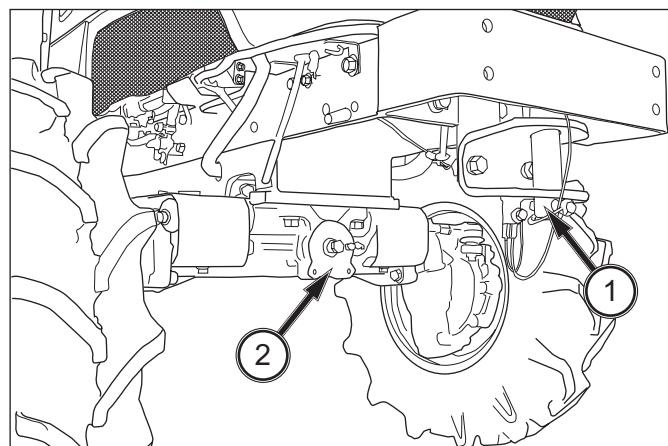

ABB. 110
ABB. 110: Der Traktor ist mit einer Heckanbauvorrichtung ausgerüstet (TRH-1774) (1). Die Heckanbauvorrichtung hinten am Traktor ermöglicht das Anbringen von Anbaugeräten, die gezogen werden müssen. Der Traktor besitzt kein Bremssystem für Anhänger.